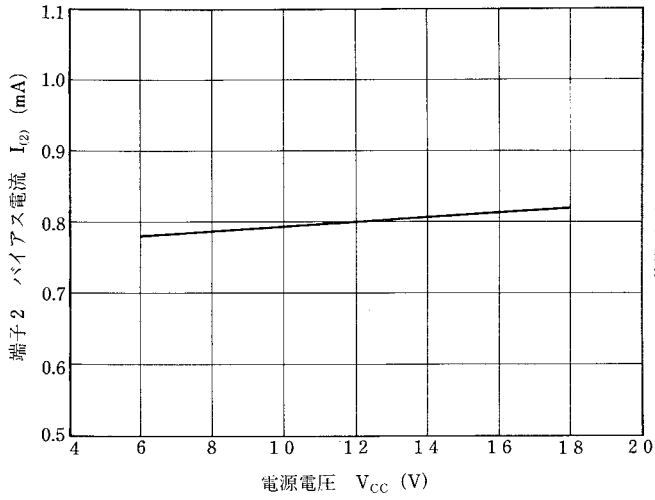
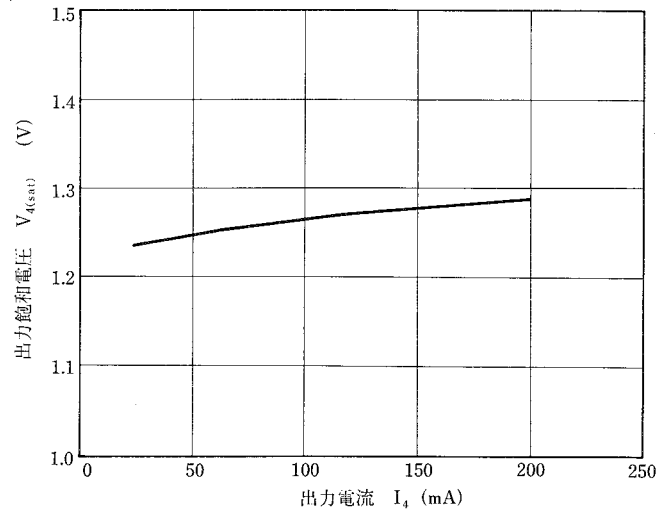

図4 $I_{(2)}-V_{CC}$ 特性
図7 $V_{4(sat)}-I_4$ 特性
μ PC1470Hの主要特性を図4～図7に示します。
- a) 端子2. バイアス電流 —— 電源電圧特性 …………… 図4
- d) 出力飽和電圧 —— 出力電流特性 …………… 図7